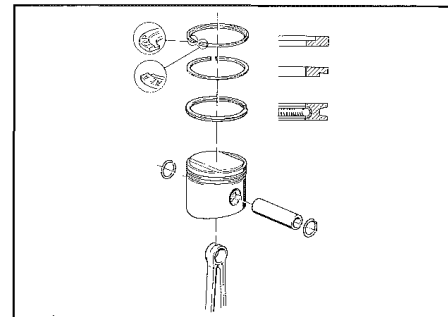
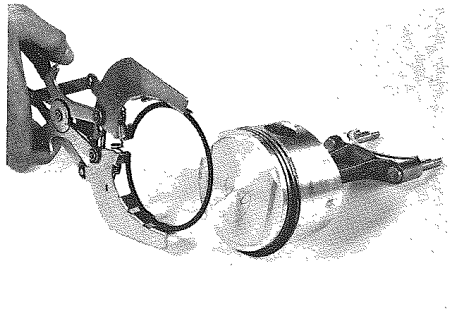

Fig. 126 - Riferimento "TOP"
Fig. 125 - Rimontare i segmenti
- Rimontare i segmenti di tenuta con apposito attrezzo reperibile in commercio (**Fig. 125**). Fare riferimento all'esploso di **Fig. 126**: la stampigliatura TOP deve essere rivolta verso l'alto. Le aperture dei segmenti devono essere a 120° tra loro e nessuna parallela od a 90° rispetto allo spinotto.
- Refit seal ring with a proper tool available on the market (**Fig. 125**). Refer to the exploded drawing of **Fig. 126**: mark TOP up. Rings opening must be at 120° between them, none parallel, or at 90° regarding the piston pin position.